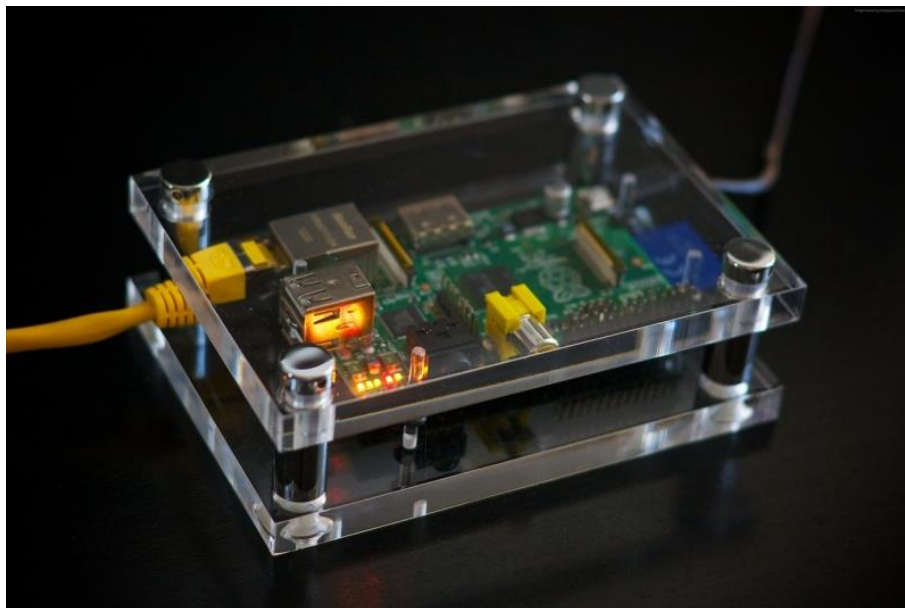

Рисунок 3.23 – Повністю підключений міні-ПК
- Використання в якості повноцінного ПК. Рисунок 3.23 – Повністю підключений міні-ПК. Можете спробувати підключити монітор, клавіатуру, мишку і отримати стаціонарний ПК на базі Windows 10. Однак, для цього підійдуть тільки характеристики Raspberry Pi B, а ще краще - 2B або 3B;